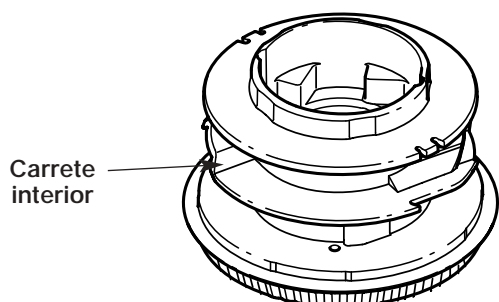

Fig. 23
4. Saque toda la línea que haya en el carrete interior antes de limpiarlo. Saque todos los residuos o pasto de la perilla, resorte, carrete interno y sello de espuma. Lave el carrete interior con agua jabonosa tibia (Fig. 23).